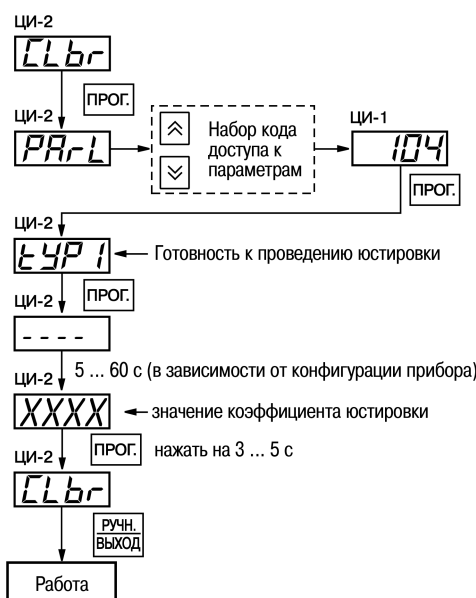

Рисунок 8.2 – Схема проведения юстировки прибора для работы с первичным преобразователем
3. Произвести юстировку прибора, выполняя действия в последовательности, показанной на рисунок 8.2.